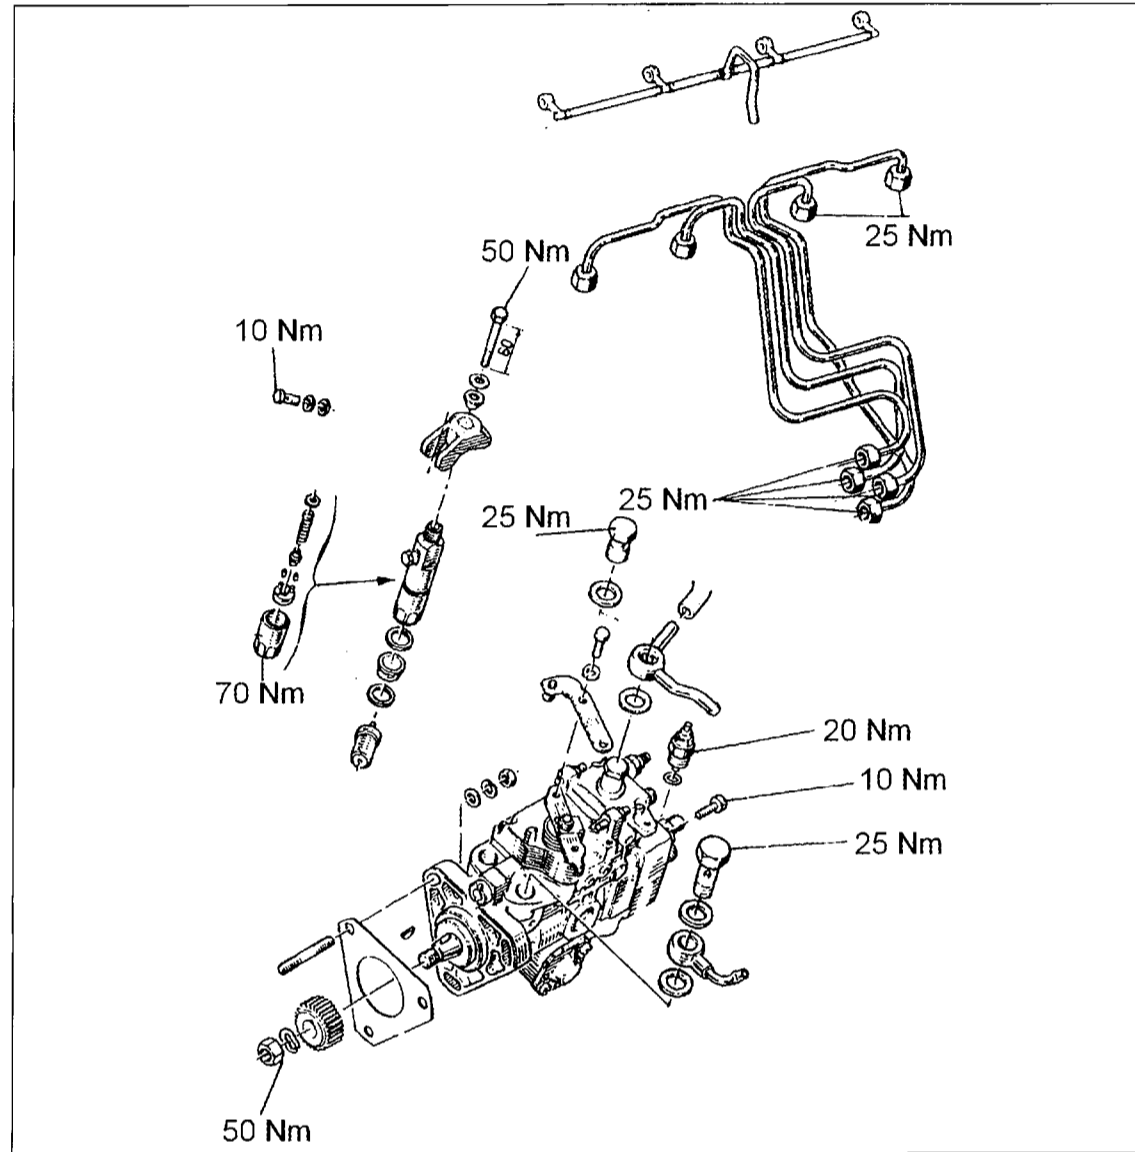
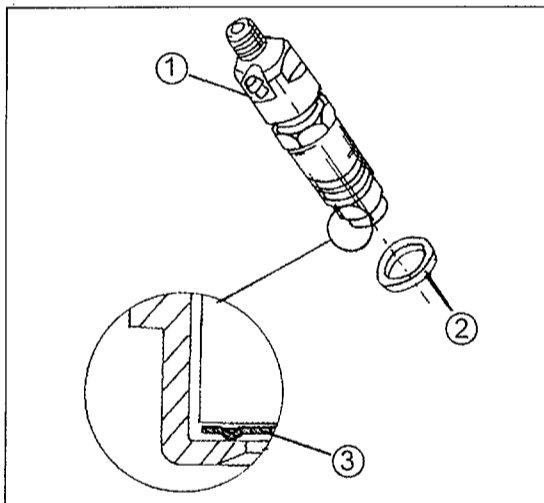

Bild 171
Bild 173
Bild 171 zeigt die Hauptteile der Einspritzanlage bei einem 2.5-Liter-Motor.
Die Einspritzdüsen sollten zum Abdrücken oder zur Reparatur in eine Dieselwerkstatt gebracht werden. Diese Arbeiten dürfen auf keinen Fall selbst durchgeführt werden, da außer der Erforderlichkeit von Spezialgeräten auch Verletzungen durch den Spritzdruck der Düsen verursacht werden können, wenn man mit den Fingern in die Nähe des Spritzkegels kommt. Je nach Motor und eingebauter Einspritzanlage sind unterschiedliche Einspritzdüsen eingebaut. Die Befestigung erfolgt entweder entsprechend Bild 171 oder die Einspritzdüse ist entsprechend Bild 173 eingeschraubt.
Die Einspritzdüsen liegen ziemlich versteckt und die entsprechenden Teile müssen ausgebaut werden, um an die Düsen zu kommen. Die Düsen ragen jeweils neben der Glühkerze aus dem Zylinderkopf heraus. Je nach Bauweise und Motor sind die Düsen entweder eingeschraubt oder werden durch das in Bild 171 gezeigte Klemmstück gehalten.
Düsenbefestigung wie in Bild 171 (Düse mit Klemmstück befestigt)
Düsenbefestigung wie in Bild 173 (eingeschraubte Düsen)
- Der Einbau erfolgt in umgekehrter Reihenfolge wie der Ausbau. Dichtring (2) und Flammenschutzscheibe (3) in Bild 173 immer erneuern. Im Kreischnitt kann man sehen, wie die Scheibe (3) aufgelegt werden muss. Die Düsen mit einem Anzugsdrehmoment von 70 Nm anziehen.